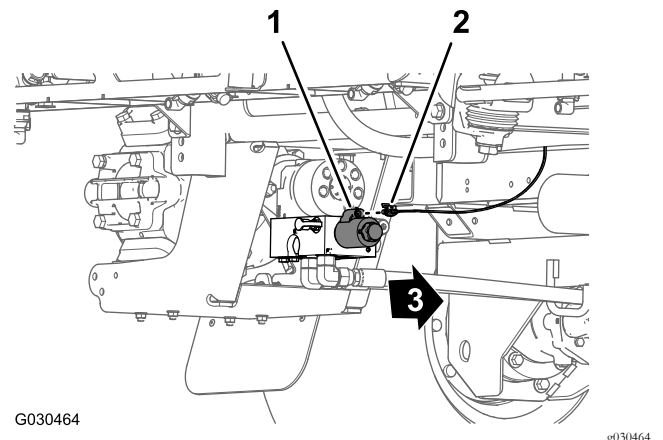

図 25
5. 機体後部、スプレーヤポンプの車軸側で、ポンプ用リレーの2ピンコネクタから、後ワイヤハーネスの2ソケットコネクタを外す 図 25。